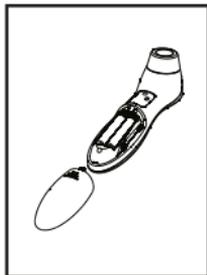

FIGURE 10
3. Retirer les piles et installer 2 nouvelles piles AAA comme le montre la figure 10.